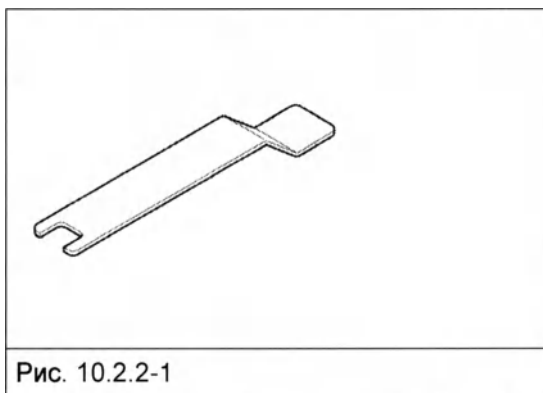

Рис. 10.2.2-1
3. Поверните настроечную шпильку против часовой стрелки, наблюдая за дверцей, на 1/8 оборота (для закрывания) (Рис. 10.2.2-3).